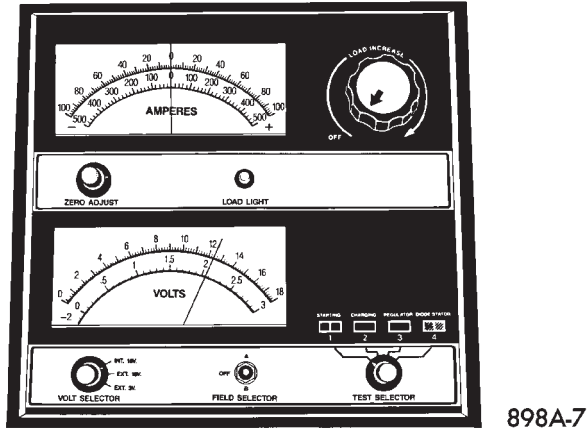

Fig. 5 Comprobación de voltaje a circuito abierto—característica
(1) Antes de medir el voltaje a circuito abierto, debe eliminarse la carga de superficie de la batería. Encienda los faros durante 15 segundos, y a continuación deje transcurrir 5 minutos para permitir que el voltaje de la batería se estabilice.
(2) Desconecte y aisle ambos cables de la batería, comenzando por el negativo.
(3) Empleando un voltímetro conectado a los bornes de la batería (consulte las instrucciones suministradas con el voltímetro), mida el voltaje a circuito abierto (Fig. 5).